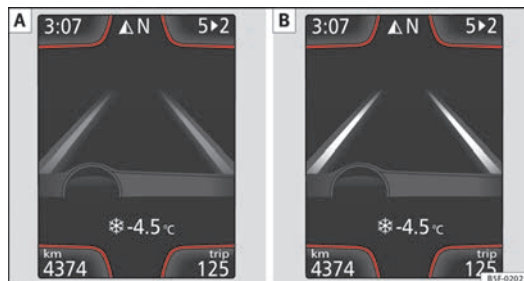

Fig. 101 Sur l'écran du tableau de bord : Indication sur l'écran de l'assistant de maintien de voie (exemple 1).
- L'assistant est activé, mais indisponible car la vitesse minimale n'a pas été atteinte ou car il ne reconnaît pas les lignes des voies → fig. 101 [A].
- L'assistant est activé et disponible, il reconnaît les deux lignes de la voie. Il n'est pas en train de corriger la trajectoire → fig. 101 [B].